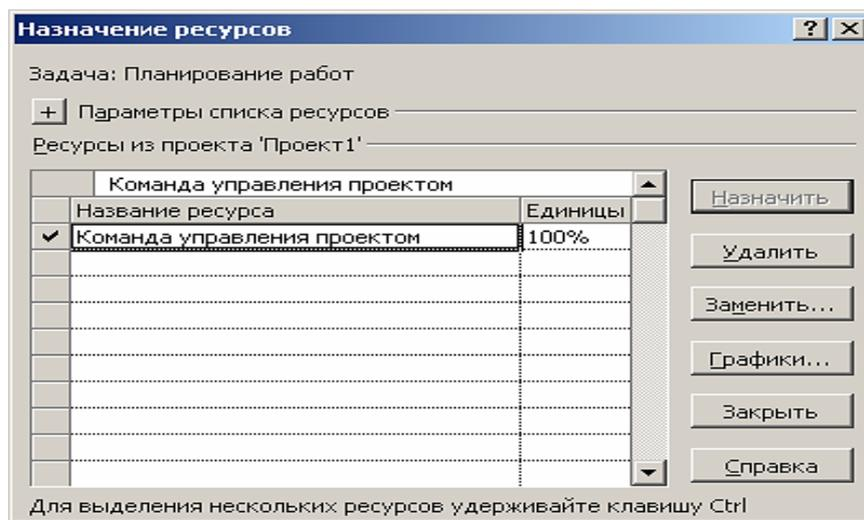

Рис. 3.23 — Назначение ресурсов в Ms Project 2007
2. В Ms Project 2007 простой способ — выбрать в меню *Сервис* опцию *Назначить ресурсы*. Выделить работу, на которую назначаются ресурсы, и манипулировать назначениями, используя кнопки *Назначить*, *Удалить*, *Заменить*. Можно, используя клавиши <Shift> или <Ctrl>, выделить сразу несколько работ, если на них назначены одинаковые ресурсы (рис. 3.23).